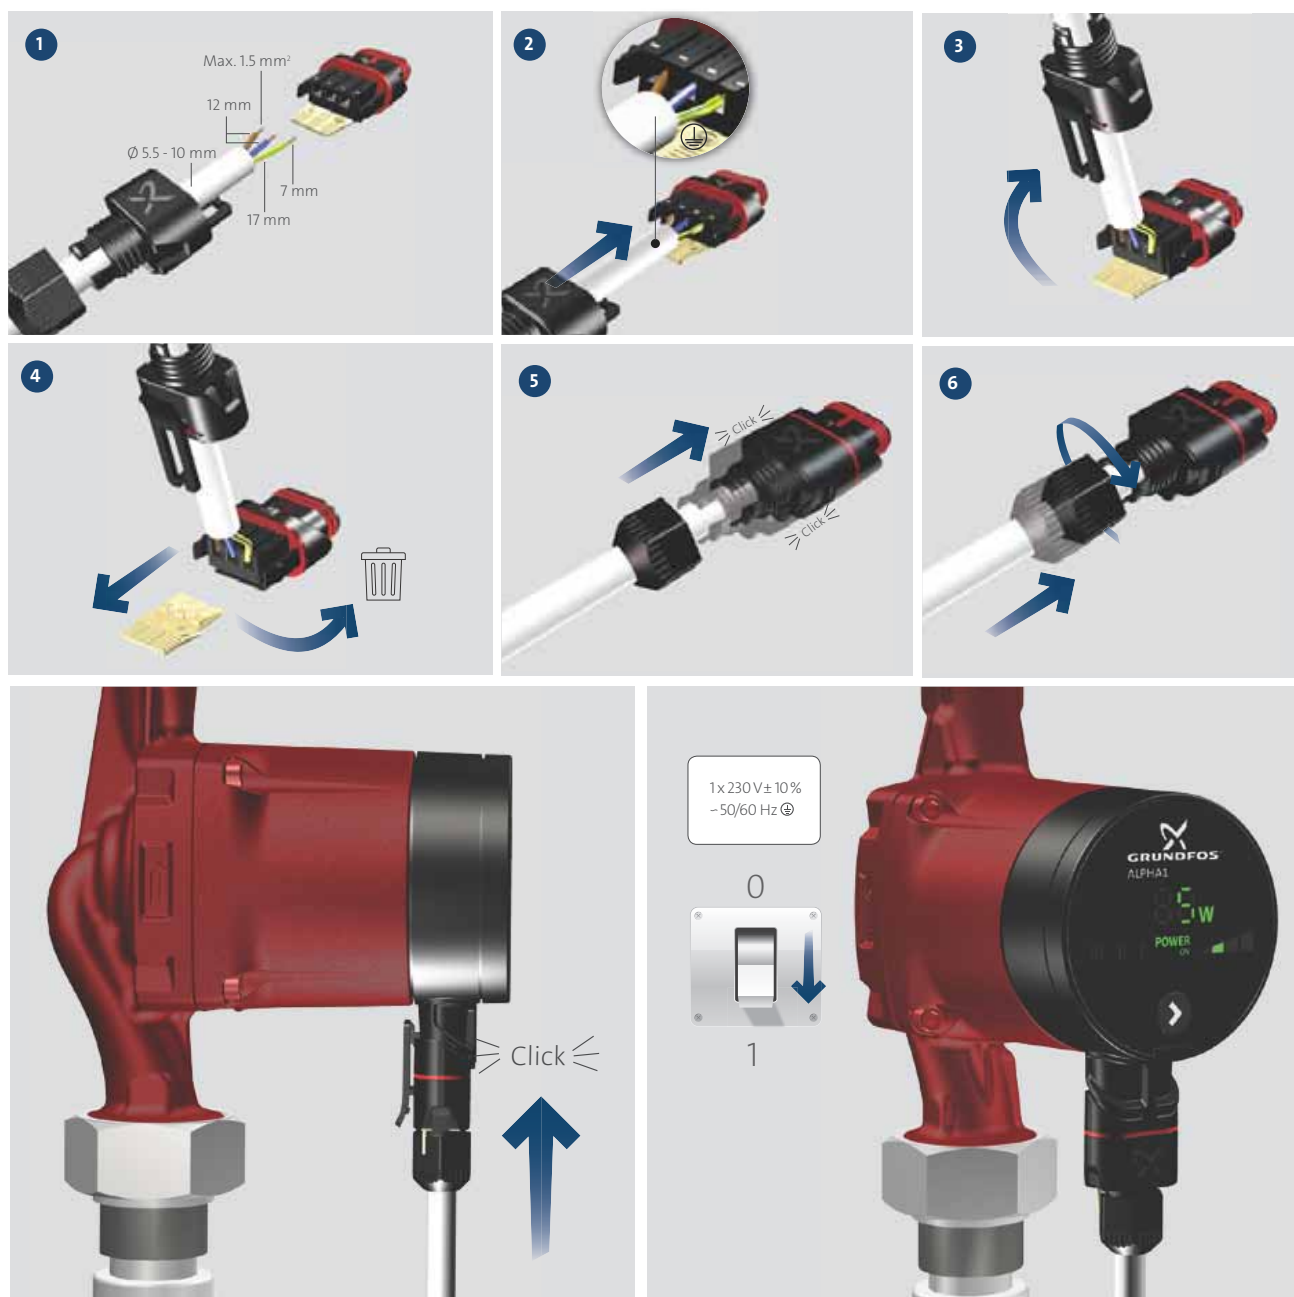

Fig. 7 Ligeação eléctrica
- Ligue o circulador à alimentação utilizando a ficha fornecida com o circulador, conforme ilustrado na fig. 7.